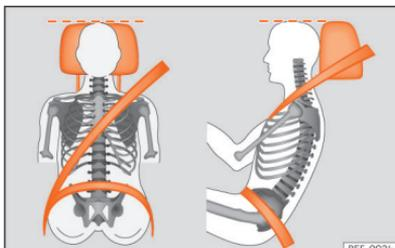

Abb. 21 Richtiger Gurtbandverlauf und richtige Kopfstützeinstellung.
riger als Augenhöhe – befindet. Den Hinterkopf so nah wie möglich an der Kopfstütze positionieren »» (Abb. 21).
- Fahrersitz in Längsrichtung so einstellen, dass die Pedale mit leicht angewinkelten Beinen durchgetreten werden können und der Abstand zur Instrumententafel im Kniebereich mindestens 10 cm (4 Zoll) beträgt »» (Abb. 21).